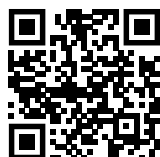

Fig. 142
- ▶ Atverkite Liebherr SmartMonitoring Dashboard. (žr. Fig. 142)